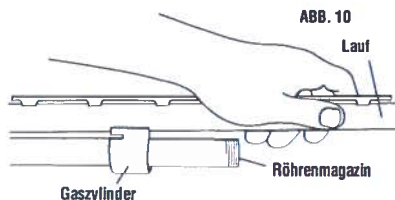

ABB. 10
7. Halten Sie den Lauf vor den Gaszylinder. Siehe Abb. 10.